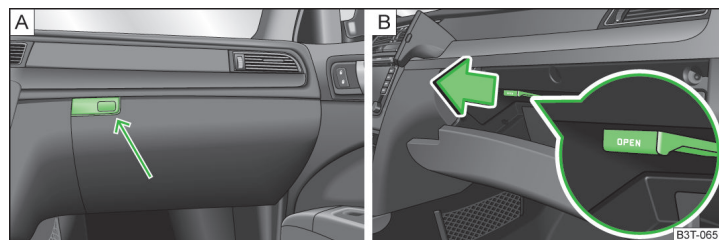

Fig. 90 Deschiderea compartimentului de depozitare/ operarea admisiei aerului
➤ Apăsați tasta » fig. 90 - **A**.
► Admisia aerului se deschide trăgând maneta în sensul indicat de săgeată » fig. 90 - [B].